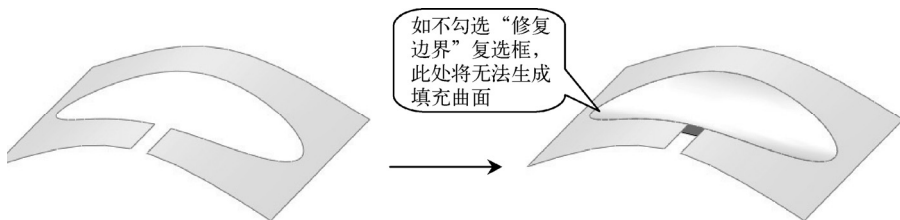

图 4-71 “修复边界”复选框的作用
- “选项”卷展栏中的“修复边界”复选框：勾选此复选框后将自动修补边界缺口，从而生成填充曲面，如图 4-71 所示。